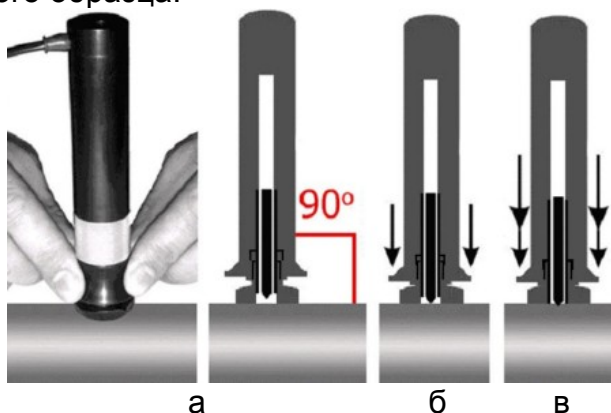

Рисунок 2
8.4.1.5. Установить преобразователь упорной шайбой на поверхность образца, удерживая его в районе упорной юбки как показано на рисунке 2а. Нажимая на упорную юбку двумя руками подвести алмазный наконечник преобразователя перпендикулярно к поверхности образца до касания (рисунок 2б) и не останавливаясь, плавно (примерно за 0,5 секунды), нажимая с усилием (5 кг) на упорную юбку, вдавить алмазный наконечник в поверхность металла, не допуская покачивания (рисунок 2в). Не бойтесь приложить чрезмерное усилие – оно будет ограничено. Заданное усилие создается встроенной внутри преобразователя пружиной с нормируемым усилием. Дождавшись звукового сигнала, быстро снять преобразователь с испытуемого образца.